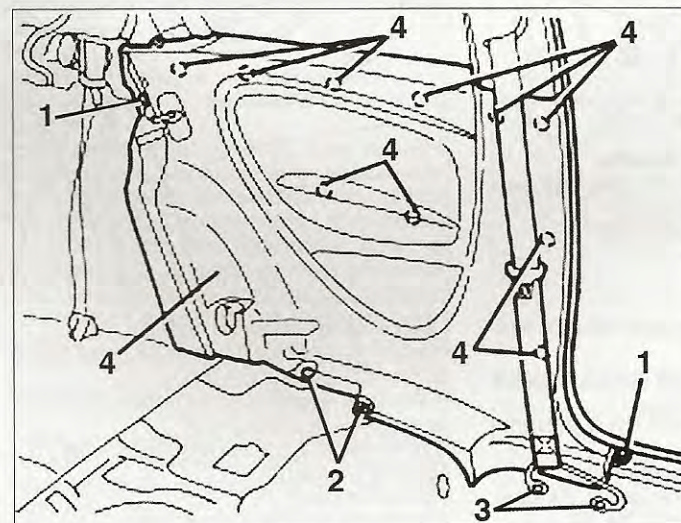
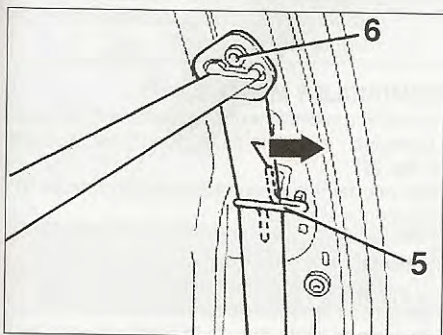
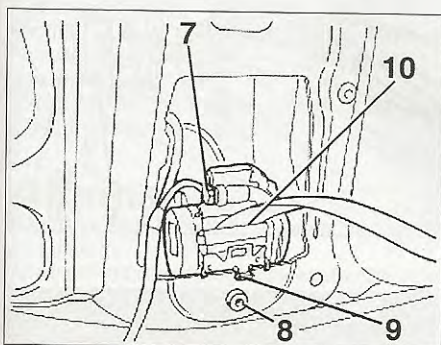

FIG. 21
FIG. 22
FIG. 23
- los tornillos de fijación (1) delantero y trasero de la guarnición lateral de panel trasero (fig. 21).
- las tuercas de plástico (2) de fijación inferior.
- los tornillos de fijación (3) del cinturón en el suelo.
- Desengrapar la guarnición lateral de panel trasero de sus clips (4).
- Separar la guía (5) del cinturón del montante central tirando hacia la parte delantera (fig. 22).
- Desmontar el tornillo del reenvío (6) del cinturón de seguridad sobre el montante central.
- Desconectar el conector eléctrico (7) del pretensor (fig. 23).
- Desmontar el tornillo de fijación (8) del enrollador de cinturón (10).
- Separar el enrollador con el cinturón de la pata (9).
- Desmontar el tornillo de fijación (4) del cinturón en la armadura del asiento.